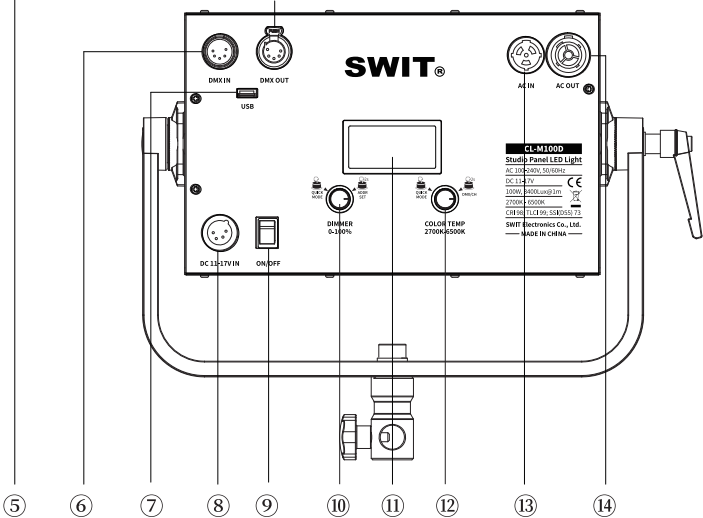

图4 CL-M100D背面视图
本品支持两种亮度/色温的调节模式: 普通调节模式、快速调节模式。按亮度/色温调节旋钮(图4 ⑩/⑫)切换相应亮度或色温的调节模式, 用户根据使用需求结合这两种调节模式可完成对亮度、色温的快速设置。
长按亮度调节旋钮(图4 ⑩)约2s即可进入通信地址的设置界面, 通信地址设置范围: 001-512。
旋转亮度调节旋钮(图4 ⑩)设置当前位, 按压亮度调节旋钮(图4 ⑩)确定当前位的设置并进入下一位的设置, 当完成最后一位的设置时, 按压亮度调节旋钮(图4 ⑩)或等待约5s, 退出通信地址的设置。
通过DMX线将灯具组网, 长按色温调节旋钮(图4 ⑫)约2s, 即可完成灯具通信控制模式的设置。